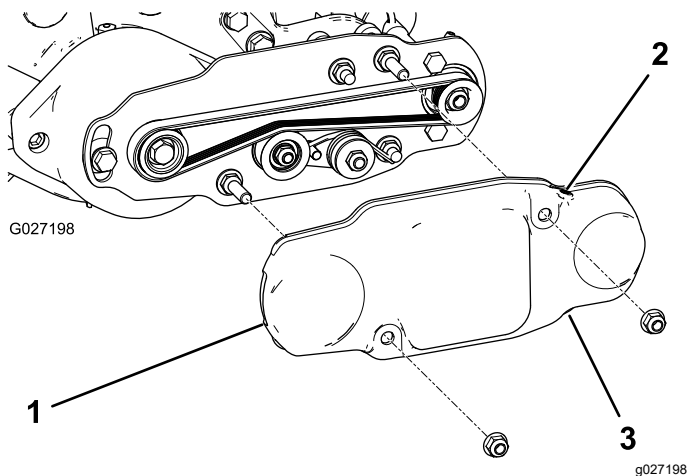

Figura 17
2. Fate scorrere il copricinghia sui bulloni di montaggio e fissatelo con 2 dadi flangiati (Figura 17).